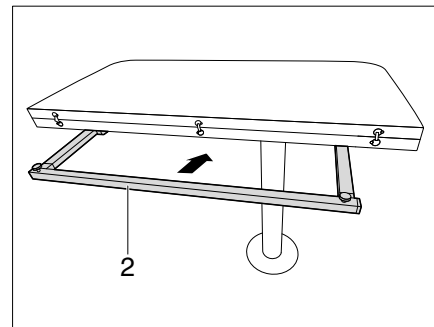

Fig. 122 Insérer l'infrastructure de la table pliante
- Insérer l'infrastructure de la table (Fig. 122,2).